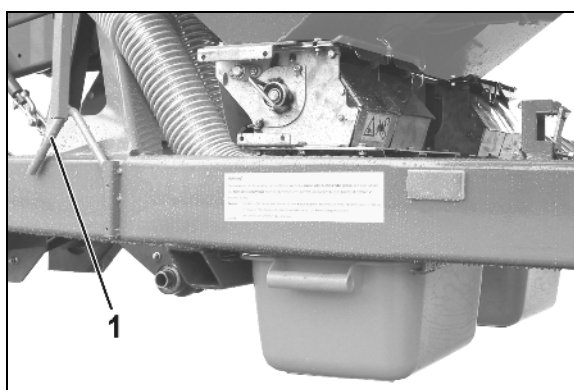

Bild 72
5. Ta vridprovsveven (Bild 72/1) ur transporthållaren bredvid mätthjulet.